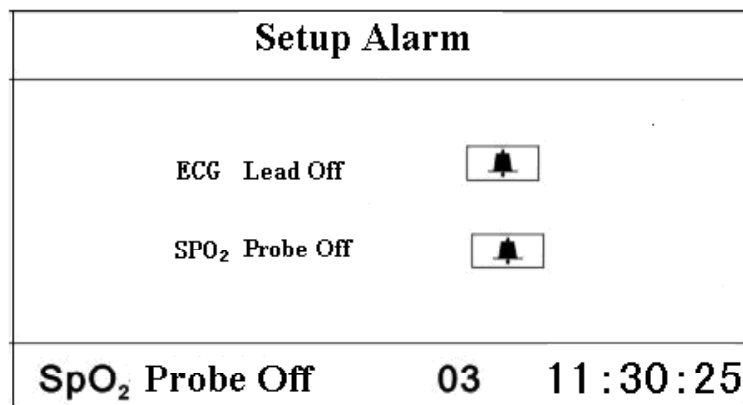

Figura 4.3 Schermata del menù veloce di impostazione allarme
- "🔕" pulsante: premere brevemente (circa 1 secondo) per attivare o disattivare temporaneamente la modalità silenziosa dell'allarme. Premere a lungo per entrare nel menù veloce come mostrato nella figura 4.3. Se le opzioni "ECG Lead off" e "SpO₂ Probe off" non vengono spente manualmente dopo che l'allarme dura 5 minuti, il sistema imposterà lo status di allarme silenzioso.